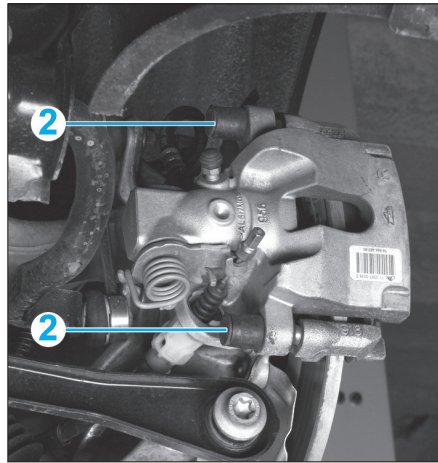

Fig. 13
- les caches (2) des vis de colonnettes (Fig.13),